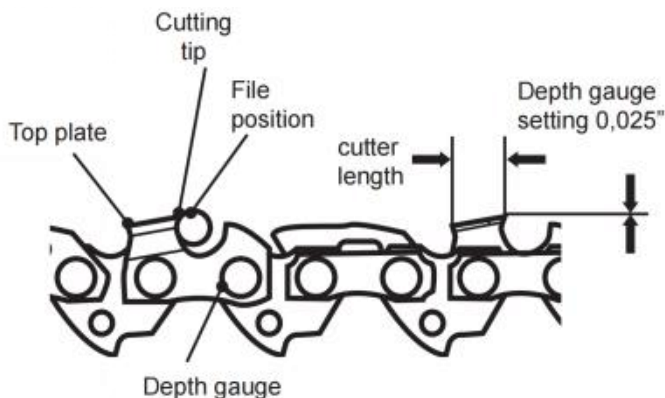

Fig. 75
9. Utilice un instrumento de medición de profundidad para comprobar la altura de el medidor de profundidad. Las plantillas de medición del medidor de profundidad están disponibles en los comerciantes de herramientas más reputados (Fig. 75).